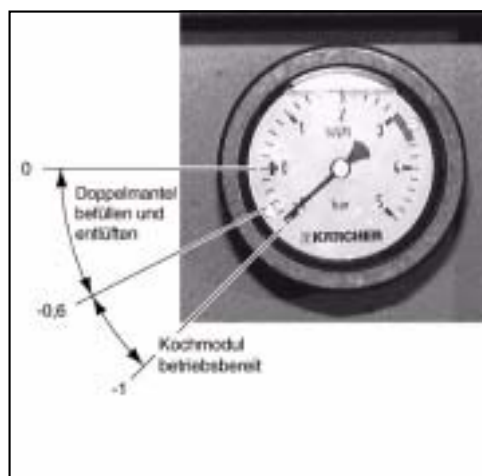

Bild 14
Zeigt das Manometer (Bild 14) bei kaltem Kessel -0,6 bis 0 bar an, so ist das Kochmodul, doppelwandig nicht betriebsbereit. Doppelmantel gemäß Abschnitt 2.3.2 füllen und entlüften.
- der Unterdruck im kalten Kochkessel zwischen -0,6 und 0 bar liegt (Bild 14).
(1) Doppelmantel befüllen